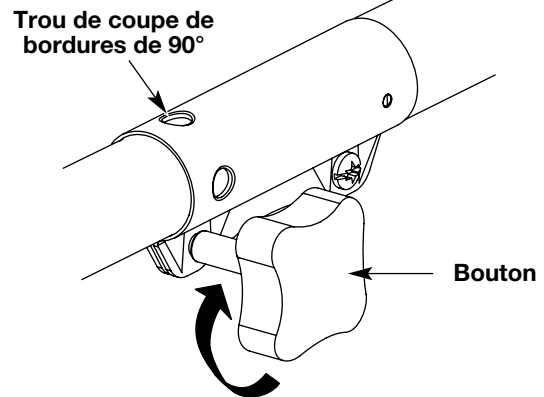

Fig. 8
3. Serrez le bouton en le tournant à droite (Fig. 8).
Pour couper les bordures à l'aide de la tête d'accessoire de coupe sur les modèle EZ-Link^{MC}, verrouillez le bouton de déclenchement de l'accessoire de coupe dans le **trou de 90°** (Fig. 8).